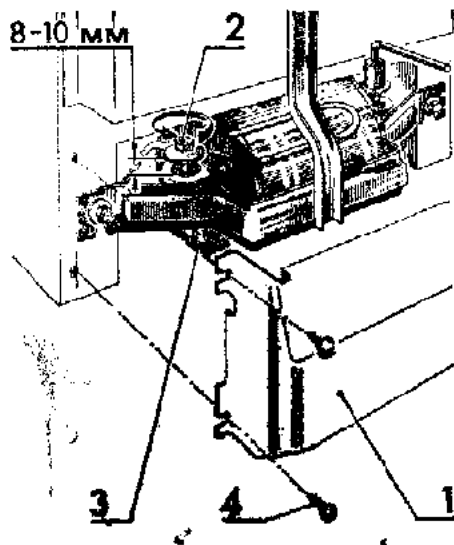

Рис. 3. Крепление мотор-компрессора и противошумного щетка:
6.2.1. Снять противошумный щеток 1 (рис. 3).